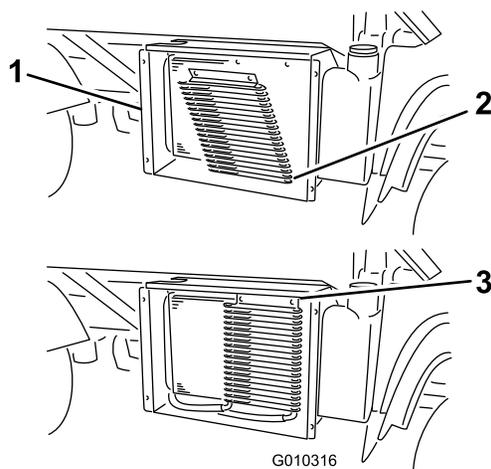

Рисунок 59
3. Поверните защелки и откиньте от радиатора масляный охладитель (если это предусмотрено) (Рисунок 59).